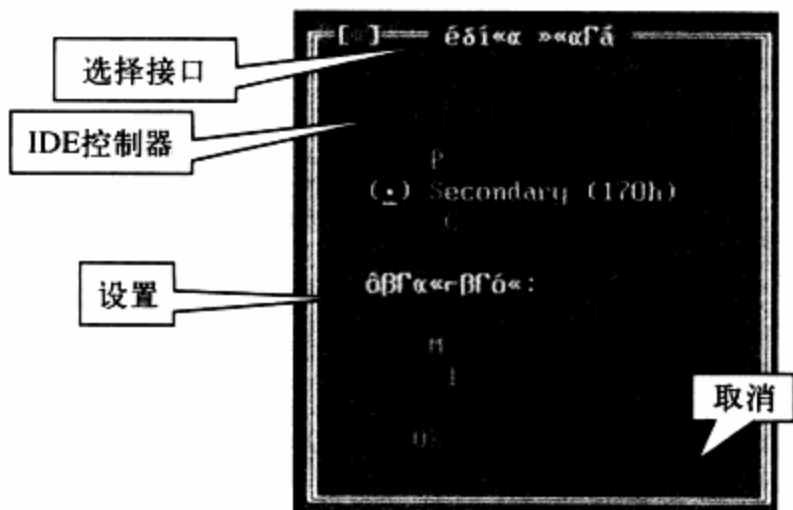

图9-12 单击OK按钮
**步骤 01** 选择要测的硬盘接口，按Alt+L组合键，设置后按Tab键让光标移动到OK选项上，按Enter键，确认要选择的硬盘接口。如图9-12所示。